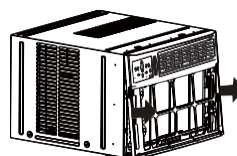

Fig. 3
4. Appuyez sur le côté métallique du caisson pour récupérer les languettes plastiques situées sur chaque côté du panneau avant (voir Fig. 3).